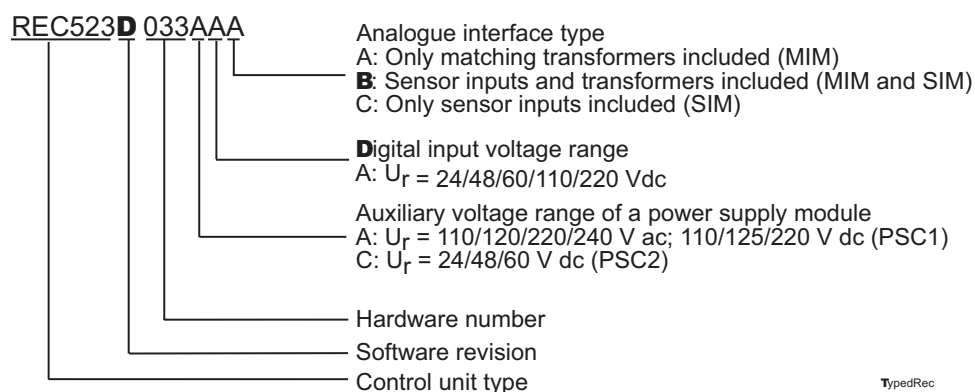

Fig. 8.1.-1 Numéro de commande de REC 523.
- numéro de commande (voir figure 8.1.-1 ci-dessous)